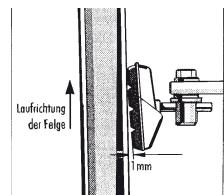

Рис. 2
- Тормозные накладки необходимо монтировать так, чтобы они прилегали на расстоянии 1 мм ниже верхней кромки обода под небольшим наклоном к ободу (см. рис. 2).